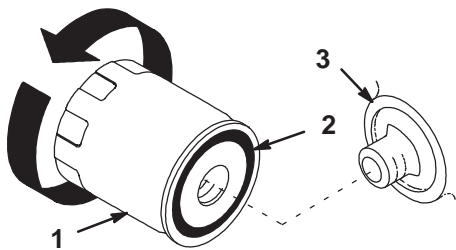

Figure 17
6. Changez le filtre à huile au besoin (Fig. 17).
2. Déposez le filtre à huile usagé et essuyez la surface du joint de l'adaptateur (Fig. 17).
3. Appliquez une fine couche d'huile neuve sur le joint en caoutchouc du filtre de rechange (Fig. 17).
4. Posez le filtre à huile de rechange sur l'adaptateur. Tournez le filtre dans le sens horaire jusqu'à ce que le joint rejoigne l'adaptateur, puis donnez 1/2 à 3/4 de tour supplémentaire (Fig. 17).